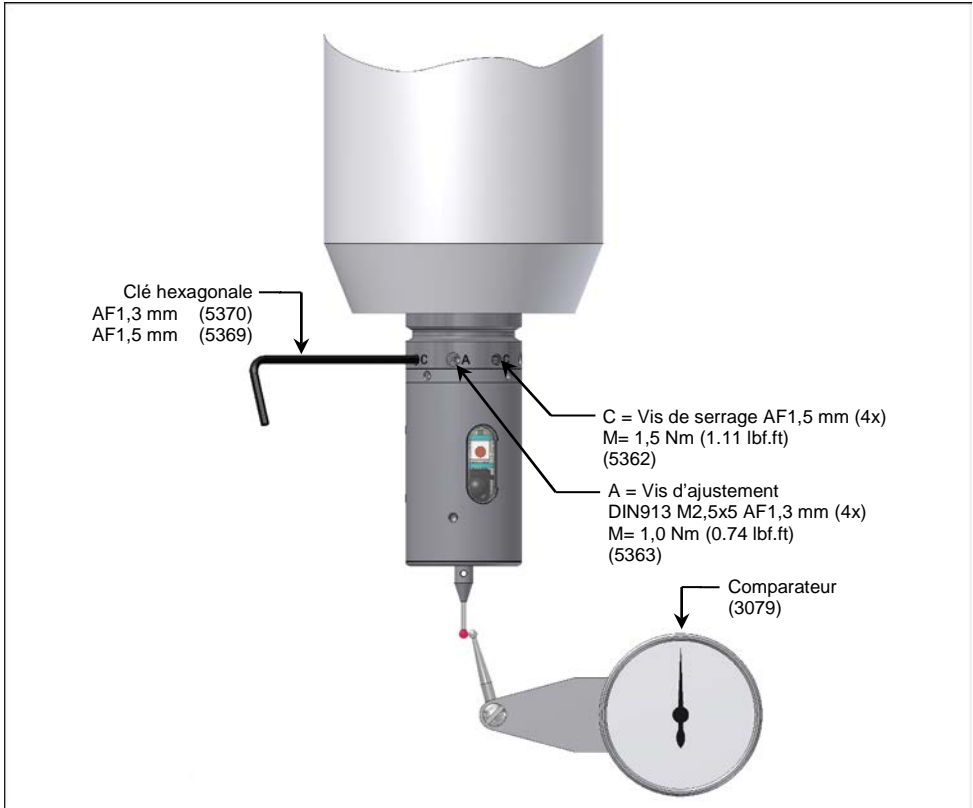

Fig. 8 Réglage du faux-rond
1. Desserrer les vis de serrage C (Fig. 8) (4x) puis les resserrer légèrement.
2. Ajuster le palpeur avec les vis d'ajustement A (Fig. 8) (4x) à 20 μm près.
3. Serrer un peu plus les vis de serrage C (Fig. 8) (4x).
4. Ajuster le palpeur avec les vis d'ajustement A (Fig. 8) (4x) à 5 μm près.
5. Serrer les vis de serrage C (Fig. 8) (4x).
6. Serrer 2 par 2 les vis d'ajustement A (Fig. 8) (4x) opposées l'un à l'autre.